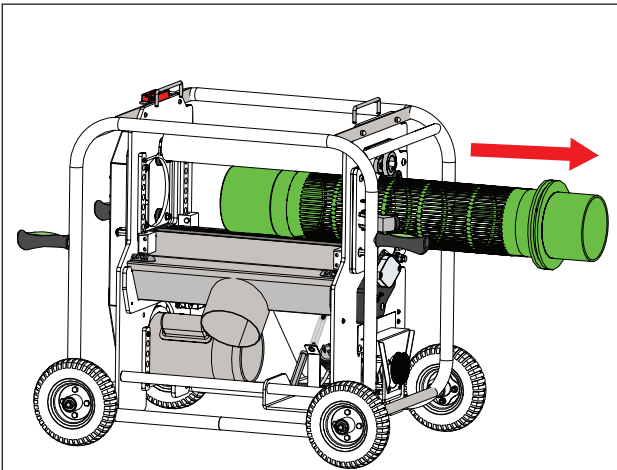

Fig. 21
6. Remova o tambor (ver Fig. 21).